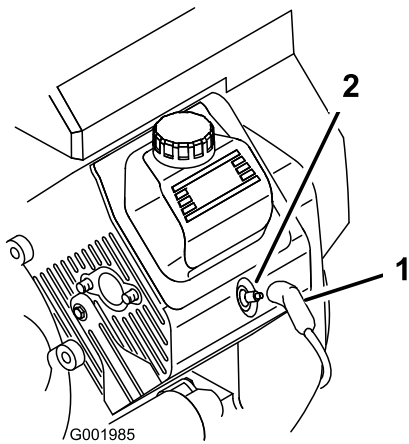

Figura 42
3. Staccate il cappellotto dalle candele (Figura 42).
3. Collegate i cappellotti alle candele (Figura 42).